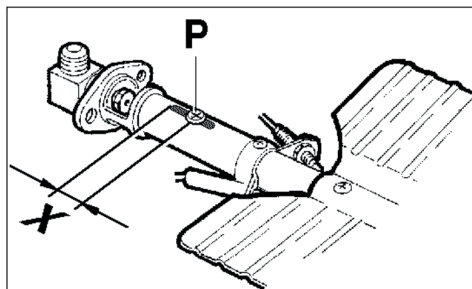

Fig. 9
- b. Afrouxar o parafuso P e ajustar a posição X do cone Venturi (Fig.9) de acordo com as medidas.